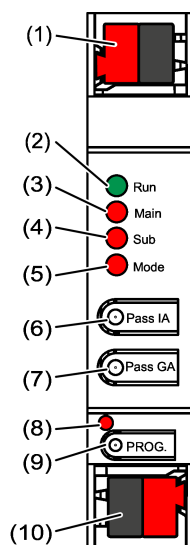

рисунок 1: Вид спереди
Светодиодный индикатор состояния **Run** показывает состояние функций фильтра, (см. рисунок 1).
- Подключите линии шины к соединительным клеммам KNX (см. рисунок 1) с соблюдением полюсов.
- Подключите линию верхнего уровня к нижней соединительной клемме (10). Через этот разъем выполняется электропитание прибора.
- Подключите подчиненную линию к верхней соединительной клемме (1).